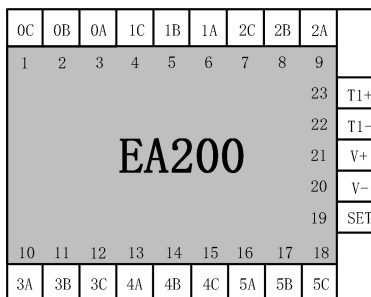

图 E-15 EA200 系列产品接线原理图
- EA200 接线原理图如图 E-15 所示, 定义了产品端子序号和逻辑符号, 供原理图设计时参考。